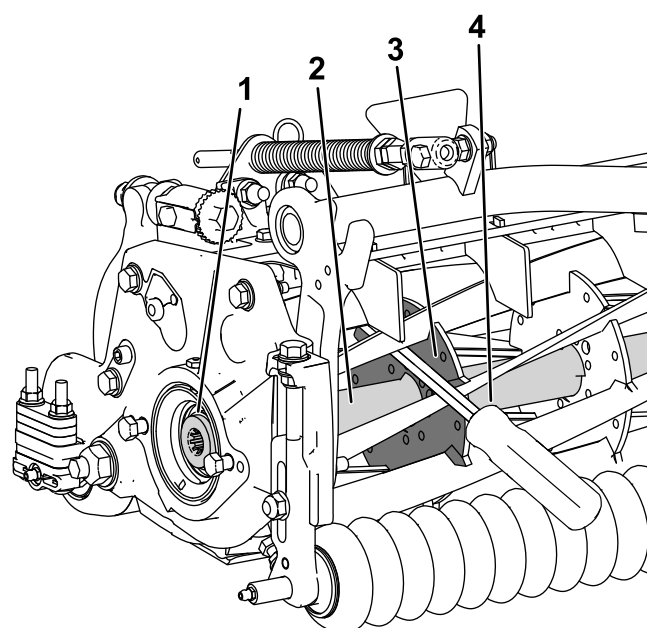

図 32
1. 長い柄のボール 9 mm x 30 cm 程度のドライバータイプのもの。握りのついているものがよいを用意する。ボールは、トルク作業を行う側に近い側で、リールの前から差し込むようにする 図 32。
2. リール補強版の溶接側からボールを入れる 図 32と、